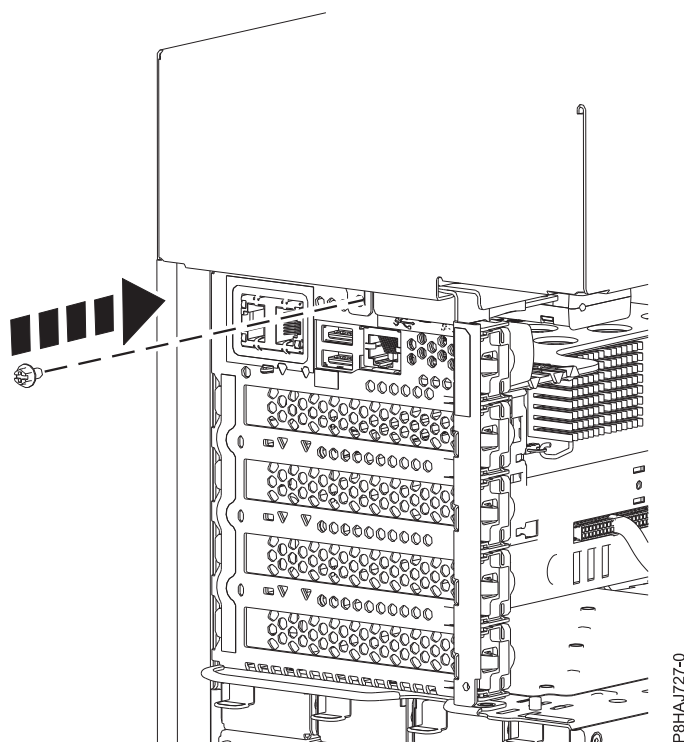

図 19. 8286-41A サイド・カバーねじの取り付け
5. プラスのねじ回しを使用して、サイド・カバー後部ねじを取り付けます (41 ページの図 19 を参照)。